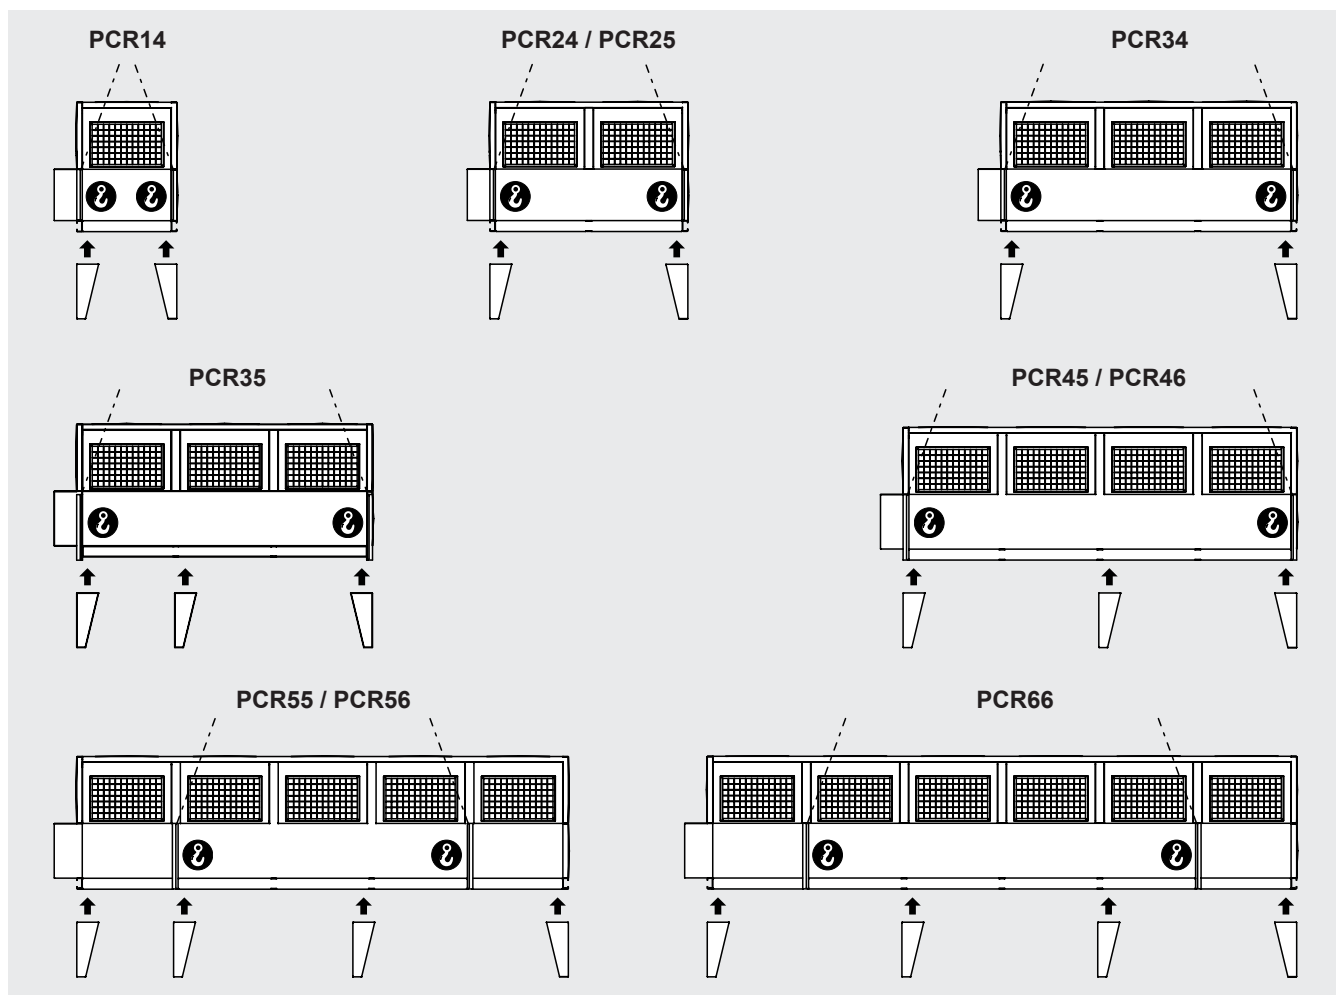

Figura 5
5.11.7 El número de soportes de apoyo varía en función del modelo. En el caso de modelos especiales, consulte la documentación suministrada con el modelo. Véase la Tabla 1 y la Figura 5.